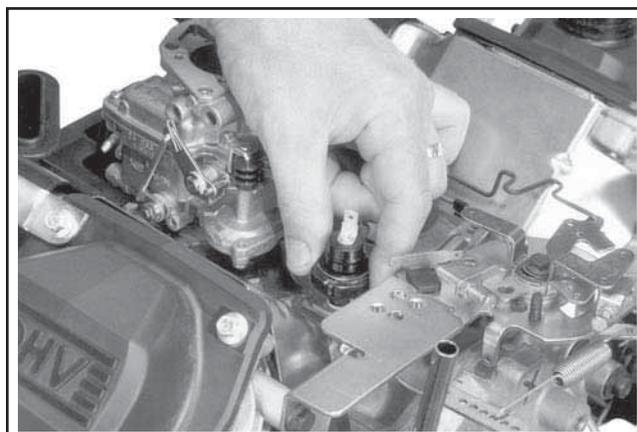

Figure 11-88. Installation de l'interrupteur Oil Sentry™.
1. Appliquer le **produit scellant à tuyaux avec Téflon®** (Loctite® N° 59241 ou équivalent) dans les filetages de l'interrupteur Oil Sentry™ et les mettre en place sur le couvercle du reniflard. Voir la Figure 11-88. Serrer à **4,5 N·m (40 pouces lb)**.